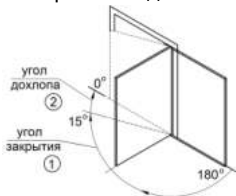

Рисунок 3 – Регулируемые зоны закрытия двери
- Сценарий, по которому дверь будет **закрывается** в двух зонах (см. рисунок 3), можно регулировать клапанами 1 и 2 (см. рисунок 1) при помощи отвёртки. Скорость и усилия во второй зоне должны быть немного большими для того, чтобы дверь захлопнулась.